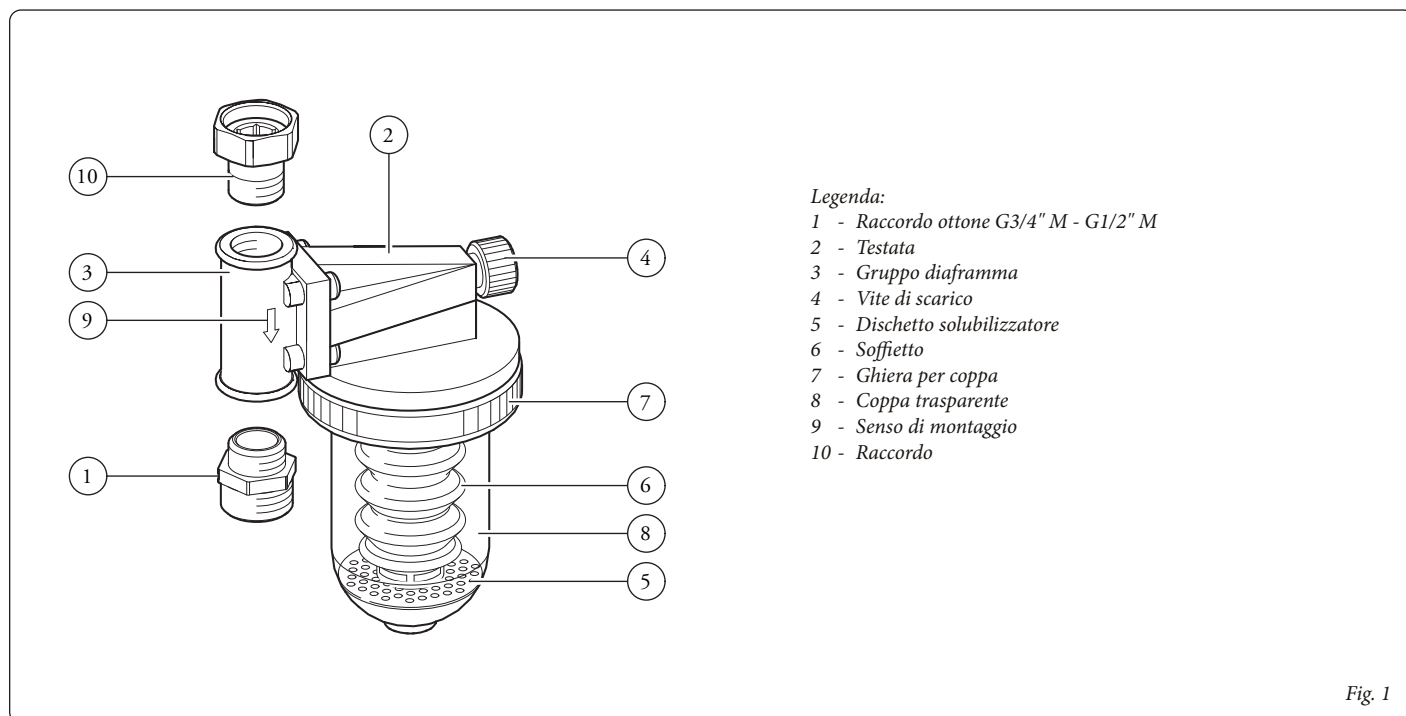

Fig. 1
MONTAGGIO DEL GRUPPO DIAFRAMMA SULLA TESTATA DEL DOSATORE DI POLIFOSFATI (FIG. 1).
Collegare il dosatore di polifosfati (3) al gruppo collettore entrata fredda (9), assicurandosi di avere già premontato sul gruppo dosatore i raccordi in ottone (Rif. 1 Fig. 1) e relative guarnizioni (4), senza serrare a fondo il dado e facendo attenzione a seguire attentamente il senso della freccia riportata sul blocchetto diaframma (Rif. 9 Fig. 1). Montare ora il tubo connessione dosatore (5) collegandolo da un lato al dosatore (3) e dall'altro al tubo entrata fredda presente nel kit (7) assicurandosi di avere interposto la relativa guarnizione (6). Smontare il tappo presente sul tubo ingresso acqua fredda boiler (1) e montarlo sul codolo laterale del tubo presente nel kit (7) interponendo la relativa guarnizione (6). Infine collegare il tubo di collegamento al vaso sanitario (8) da un lato e la parte terminale del tubo all'entrata fredda boiler (Parte inferiore), quindi serrare a fondo i dadi assicurandosi di aver prima interposto le guarnizioni (4-6). Ultimato il montaggio, la ghiera (Rif. 7 Fig. 1) e la coppa (Rif. 8 Fig. 1) del dosatore di polifosfati, devono risultare accessibili dal portello laterale destro, in modo tale da poter effettuare le ricariche di Cillit-55 IG. Infine chiudere il rubinetto di svuotamento boiler (2) e chiudere il rubinetto dell'acqua calda dell'impianto sanitario precedentemente aperto. Riaprire l'ingresso dell'acqua fredda sanitaria chiuso precedentemente. Rimontare la mantellatura della caldaia. Ridare tensione alla caldaia.
ASSEMBLY OF THE DIAPHRAGM UNIT ON THE POLYPHOSPHATE DISPENSER HEAD (FIG. 1).
Connect the polyphosphate dispenser (3) to the cold inlet manifold unit (9), making sure that the brass fittings (Ref. 1 Fig. 1) with relative gaskets (4) have already been preassembled on the dispenser unit, without tightening the nut all the way, paying attention to carefully follow the direction of the arrow shown on the diaphragm block (Ref. 9 Fig. 1). Now mount the dispenser connection pipe (5), connecting it on one side to the dispenser (3) and on the other to the cold water inlet pipe in the kit (7) making sure to have applied the relative gasket (6). Remove the cap on the storage tank cold water inlet pipe (1) and place it on the side bar hold of the pipe in the kit (7) applying the relative gasket (6). Lastly connect the connection pipe on one side to the DHW vessel (8) and the end of the pipe to the storage tank cold water inlet (bottom part), then tighten the nuts all the way making sure first to have applied the gaskets (4-6). Once assembly is complete, the ring nut (Ref. 7 Fig. 1) and the basin (Ref. 8 Fig. 1) of the polyphosphate dispenser must be accessible from the right hand side door, in order to refill with Cillit-55 IG. Make sure you have closed the storage tank drain cock (2) and close the domestic hot water system cock which was opened previously. Reopen the domestic cold water inlet which was closed previously. Refit the boiler casing. Power the boiler.